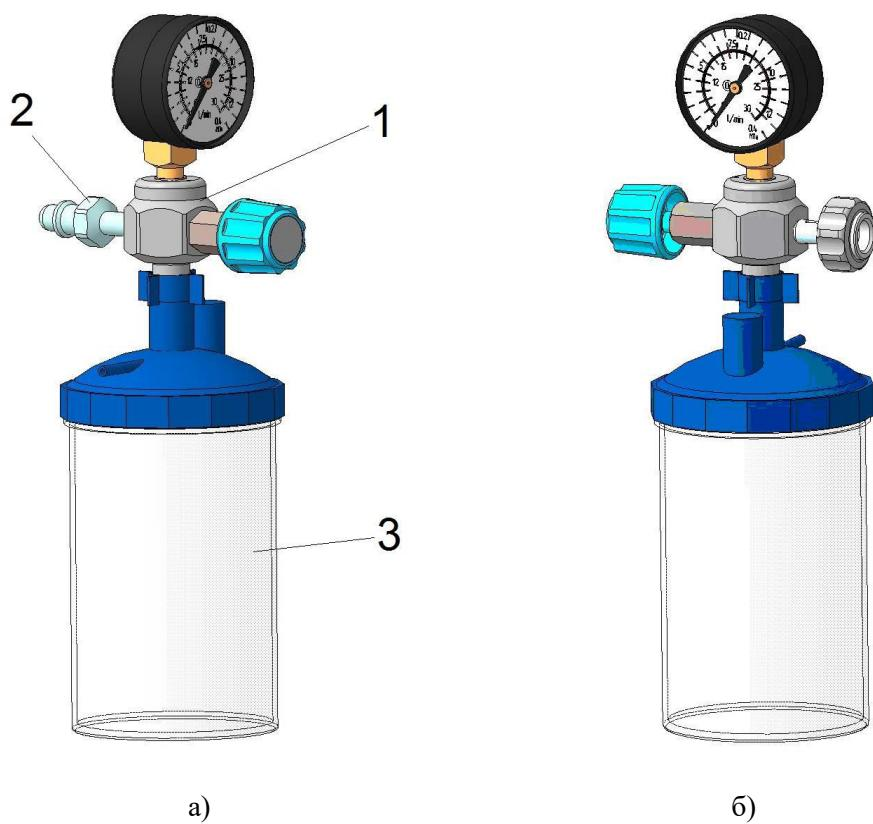

Рис.6 Клапан с увлажнителем
4.4 Увлажнитель Flexicare (артикул 032-10-089) производства Flexicare Medical (Dongguan) Limited может присоединяться как к непосредственно к клапану (рис.6), так и через отдельный рукав (в комплекте не поставляется) с присоединительными резьбами M14x1,5 в исполнениях -00, -01, -02.